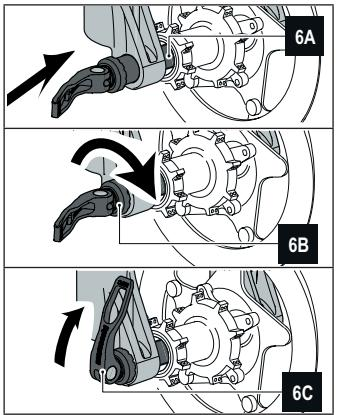

Рис. 6 Установка колеса на вилку с использованием эксцентрика QR 15
- Установите колесо таким образом, чтобы ось совпадала с крепежами вилки (См. 6A Рис. 6).
- Закручивайте эксцентрик оси в положении OPEN до упора, но не затягивайте. (См. 6B Рис. 6). Закручивая эксцентрик, не используйте рычаг для затягивания.
- Закручивая ось, старайтесь установить рычаг оси таким образом, чтобы он не мешал движению (ни за что не цеплялся) (См. 6C Рис. 6).